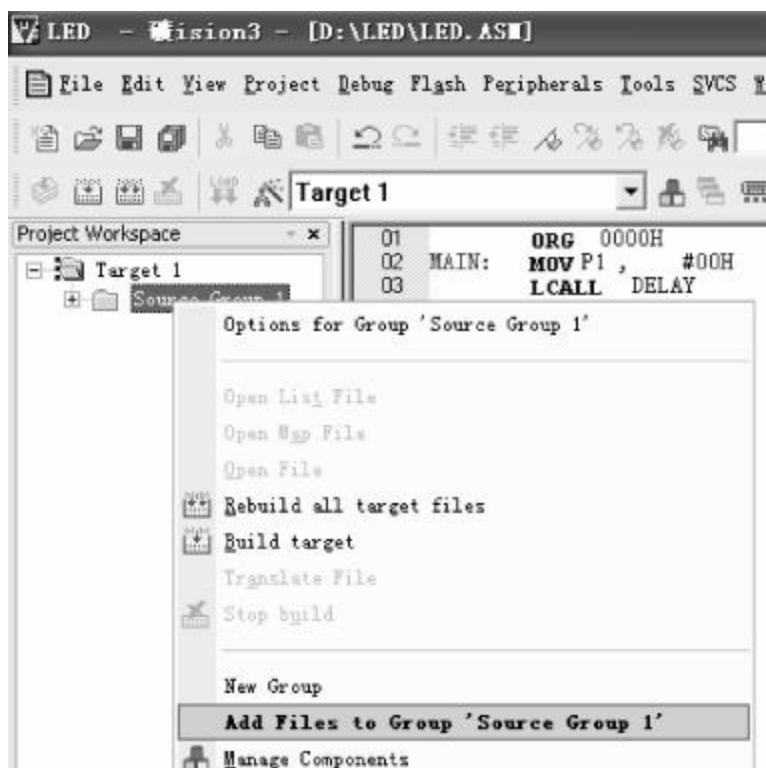
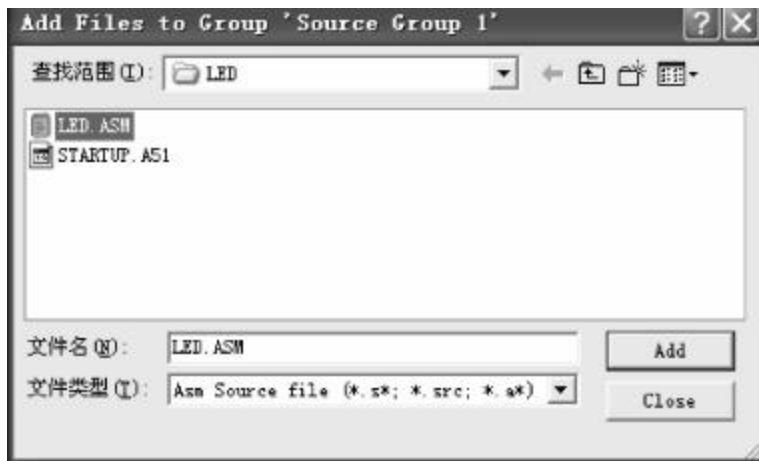

图 2-9 添加 LED.ASM 文件到工程中
图 2-10 添加文件对话框
④将汇编文件 LED.ASM 添加到工程中,如图 2-9、图 2-10 所示。